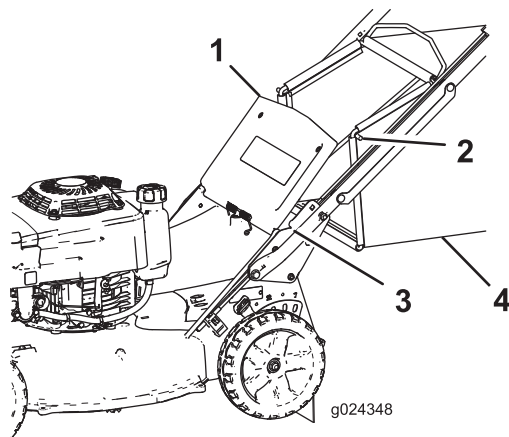

Bild 19
2. Heben Sie die hintere Klappe an und halten Sie sie hoch (Bild 19).
4. Setzen Sie die Enden der Fangkorbstange in die Kerben an der Unterseite des Bügels ein und bewegen den Fangkorb nach vorne und hinten, um sicherzustellen, dass die Enden der Stange richtig in den Kerben sitzen (Bild 19).
3. Nehmen Sie die Fangkorbstange am Fangkorb aus den Kerben an der Unterseite des Bügels (Bild 19).